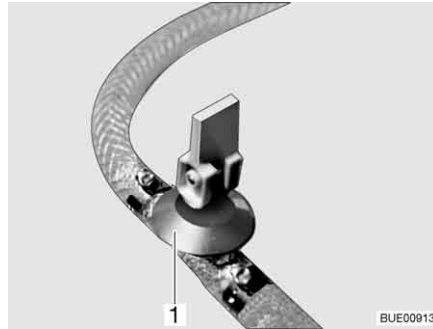
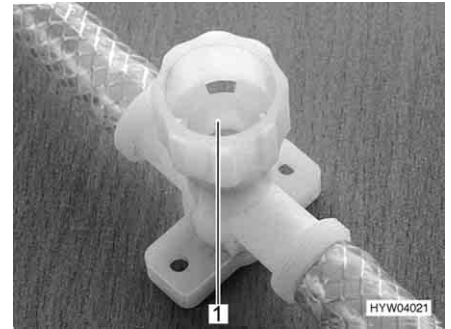

Bild 244 Avtappningskran (med vipparm)
Bild 245 Avtappningskran (med vred)
- Stäng alla avtappningskranar. Ställ för detta avtappningskranens vipparm (Bild 244,1) vågrätt eller vrid avtappningskranens kran (Bild 245,1) medurs.